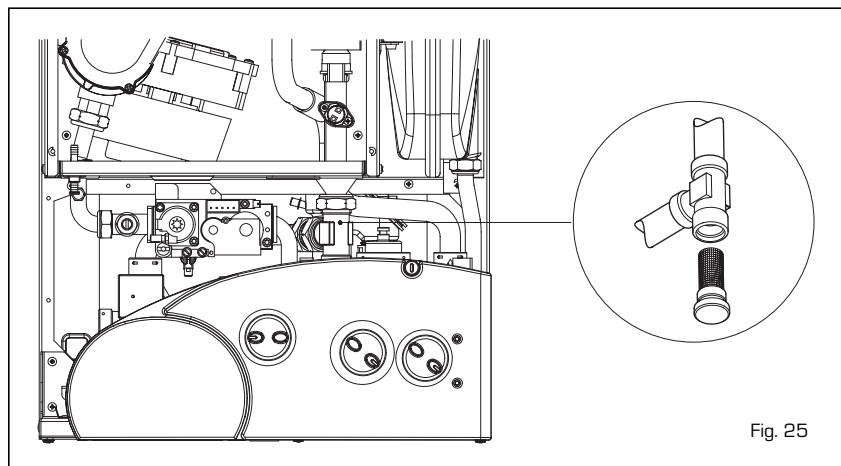

Fig. 25
4.6.1 Limpieza del filtro "Aqua Guard" (fig. 25)